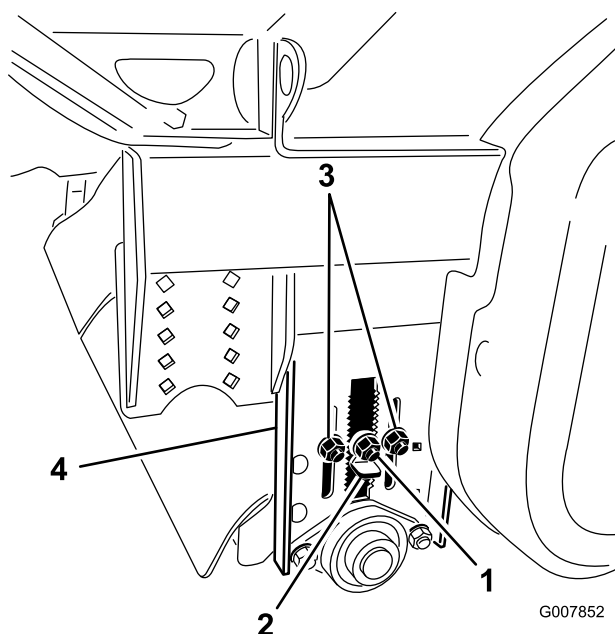

図 30
1. コアプロセッサの水平調整を行う前に、ピックアップブラシと後ローラの高さが、正しい刈高に調整されていることを確認する 図 30。コアプロセッサに搭載されているブラシが新しい時には、このマニュアルに掲載している後ローラ調整表の値をそのまま使えば、正しい刈高に設定することができる。